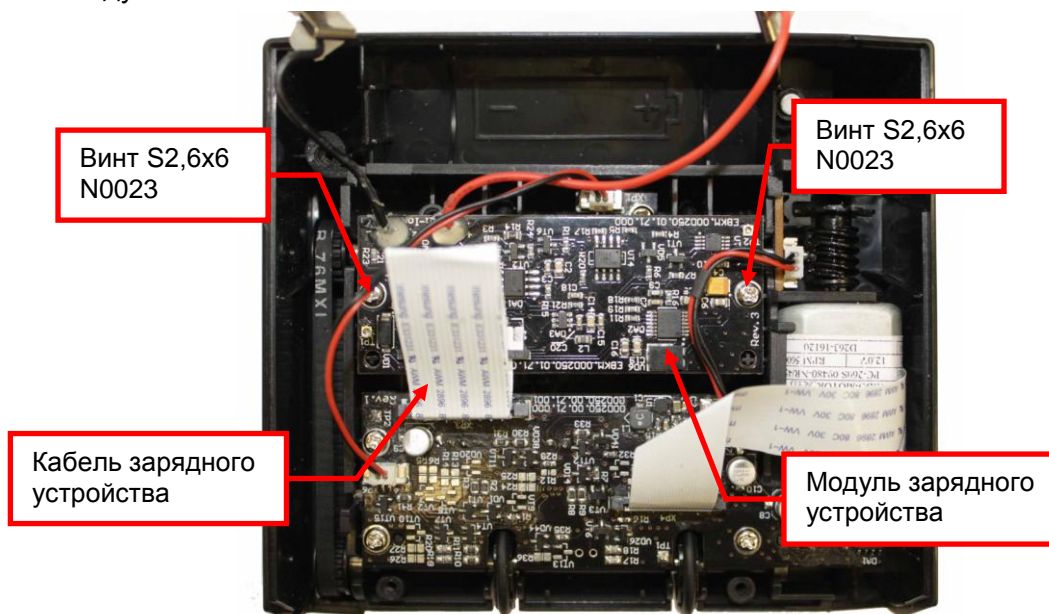

Рисунок 9.7
9.3.4 Отсоедините кабель зарядного модуля от разъема модуля. Вывинтите, с помощью отвертки Ph1, два винта S2,6x6 N0023, крепящих модуль (см. рис.9.7). Снимите модуль.